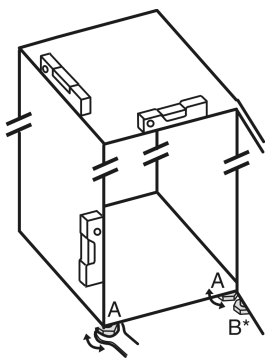

Fig. 27
- Seřizovací nožky Fig. 27 (A) vyšroubujte pomocí příloženého vidlicového klíče a pomocí vodováhy, dokud nebude spotřebič pevně vyrovnaný.
- Seřizovací nožku Fig. 27 (B) na stojanu ložiska vytáchejte pomocí příloženého vidlicového klíče, až dosedne na zem.
- Seřizovací nožku Fig. 27 (B) otáčejte dál o 90°.